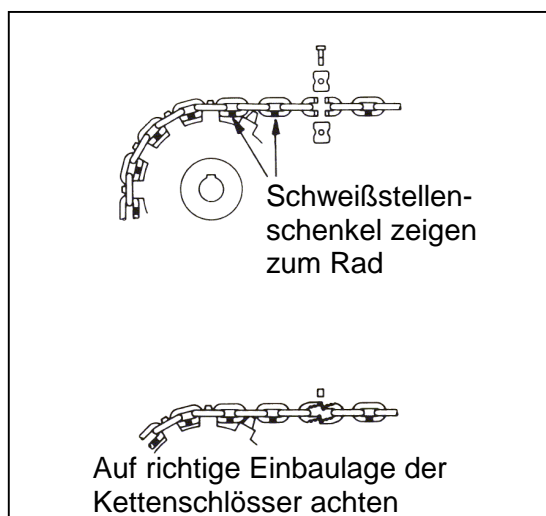

Bild 1
1. Die Schweißstellen der vertikal angeordneten Glieder müssen beim Lauf über die Antriebsräder zum Radmittelpunkt zeigen (Bild 1).
2. Auf richtige Einbaulage der Kettenschlösser zu den Kettenrädern achten – Schlossschraube parallel zur Kettenradachse – (gilt auch für Taschenräder und Rillenrollen) (Bild 1+2). Die Verschraubung (Mutter) muss zur Förderanlagenmitte gerichtet sein. Beschädigung des Kettenschlosses und des Systems wird somit vermieden.